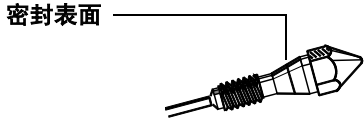

图 83 检查喷嘴
- 4 检查喷嘴密封表面是否有划痕。应该在密封表面周围可以看到一环形；任何划痕都是不能接受的（图 83）。